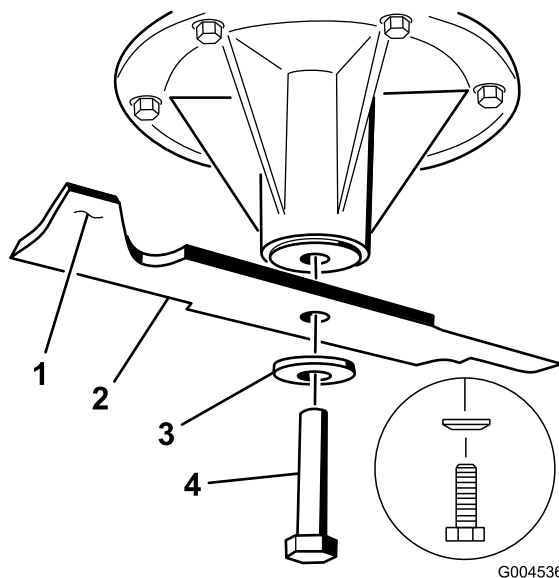

Figure 81
1. Placez la lame sur l'axe (Figure 81).
2. Mettez en place la rondelle élastique et le boulon de la lame (Figure 81).
Remarque: Le cône de la rondelle élastique doit être dirigé vers la tête du boulon (Figure 81).